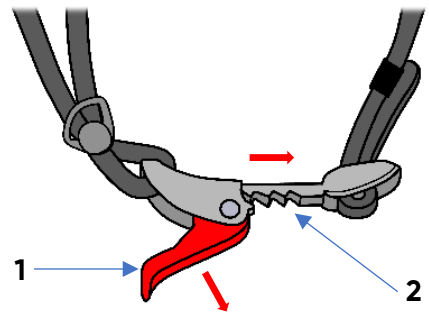

Fig. 5
Um den Kinnriemen zu schließen, ist das Gurtelement (1) in den Clip (2) zu stecken (Fig. 4). Um den Gurt zu lösen, ist der Clip (1) aufzubiegen und das Gurtelement (2) vom Clip zu lösen. (Fig. 5)